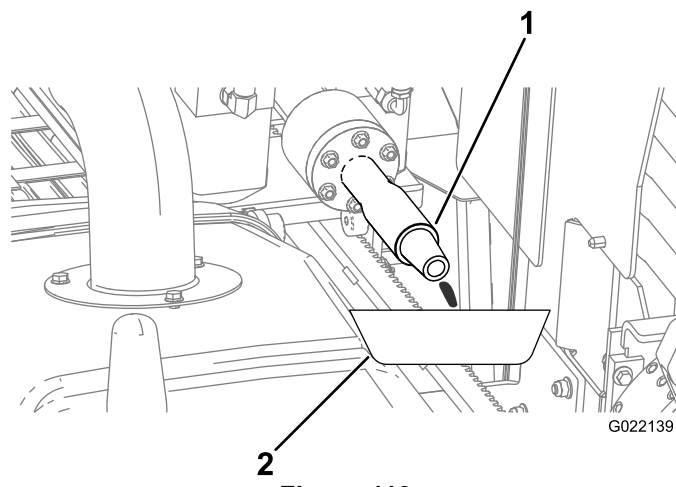

Figure 113
- B. Placez un bac de vidange sous l'arbre de forage pour récupérer les fuites d'antigel (Figure 113).
D. Lorsque l'antigel s'écoule par l'arbre de forage (Figure 113), arrêtez la pompe.